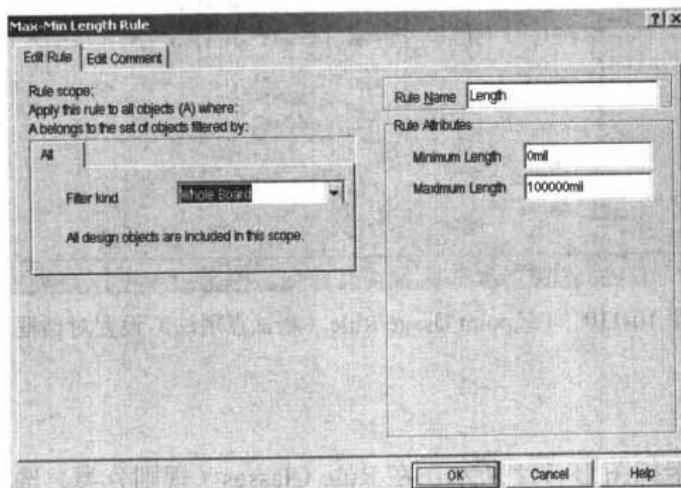

图 10-113 设置网络走线长度范围
- Length Constraint：该规则用于设置网络走线的长度范围。其设置对话框，如图 10-113 所示。在 Maximum Length 和 Minimum Length 处，可分别输入最大值和最小值。